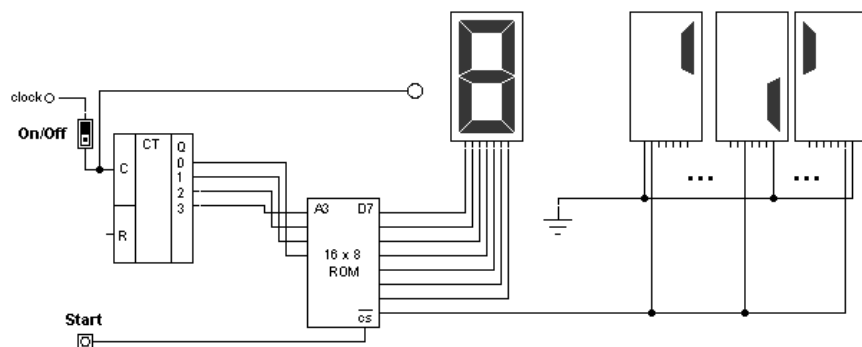

Рис. 11. Схема устройства индикации
1. Создать в программе заданную схему рисунок 11.